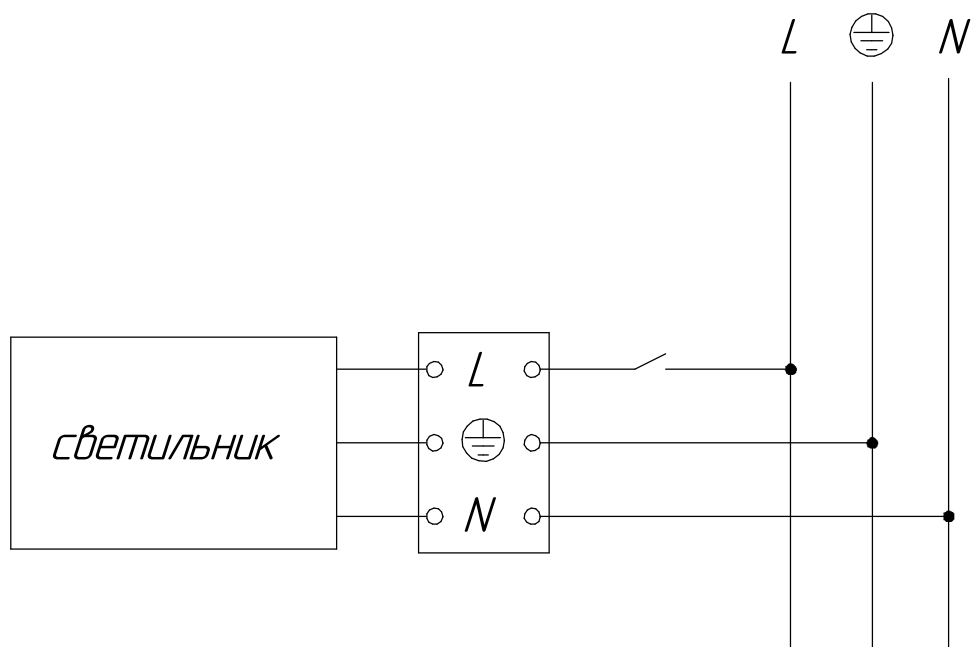

Рисунок 3 - Схема подключения светильника к сети
1.4 Подключить светильник к электрической сети согласно рис. 3.
3 Для светильников с IP54 и IP 65 подключить, выходящий из светильника кабель к сети согласно схеме (рис. 3, 4 или 5).